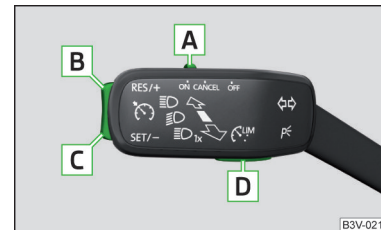

Abb. 294 Bedienelemente der Geschwindigkeitsregelanlage
Übersicht der Bedienelemente der GRA » Abb. 294
- Durch das Drücken der Taste  » Abb. 294 während der Regelung wird diese abgebrochen und es wird der Geschwindigkeitsbegrenzer aktiviert.